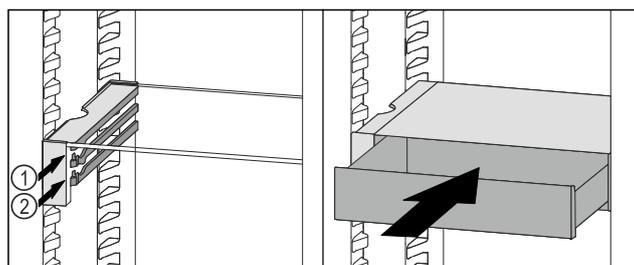

Fig. 80
- ▶ Zatażać szufladę VarioSafe za stoperami na wybranych żebrach Fig. 80 (1) lub Fig. 80 (2).